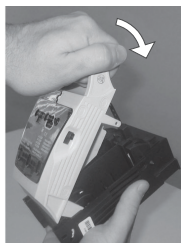

Figura 2
- Lleve a cabo y cierre la tapa hasta obtener una resistencia firme (Figura 2).